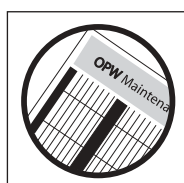

Figure 30
- ✓ All maintenance and inspection activity on the nozzle must be documented. (See Figure 30) This includes replacement parts, drive-off or other testing.
- ✓ Todas las inspecciones y actividades de mantenimiento en la pistola deben ser documentadas. (Vea la ilustración 30) Esto incluye las piezas de reemplazo, la salida y otras pruebas.
(Ilustración 30)